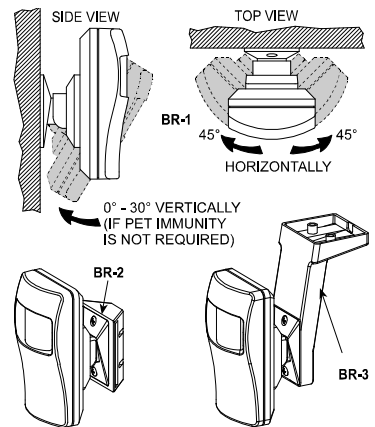

图4. 旋转支架的选择
**可选择的安装支架** (见图4)
**K-940**可实现壁挂或角落安装，也可利用旋转支架来实现安装，详情请参见3.2及图4。
**BR-1**是一款壁挂安装的旋转支架，能增大其安装的灵活性，其调节范围为向下0° to -30°，向左或向右45° (见图4).